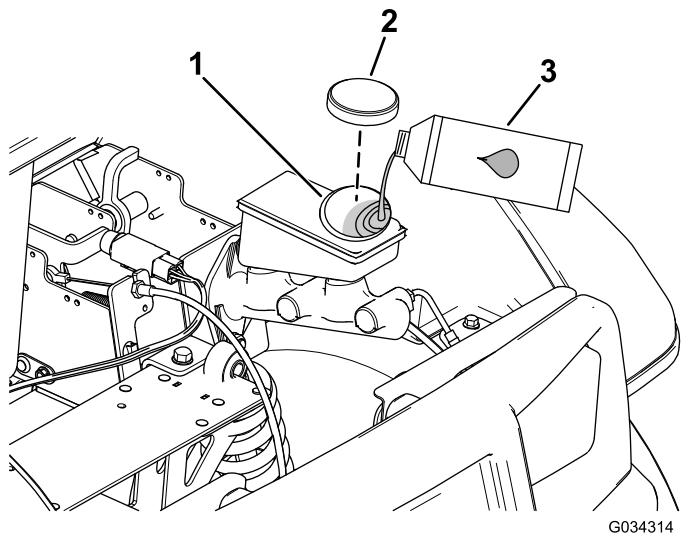

Figura 54
2. Sollevate il cofano per avere accesso al cilindro del freno principale e al serbatoio (Figura 54).
- A. Pulite l'area intorno al tappo del serbatoio e togliete il tappo (Figura 54).
- C. Montate il tappo sul serbatoio (Figura 54).